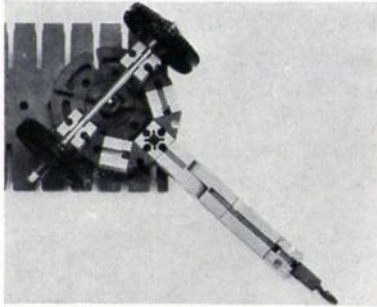
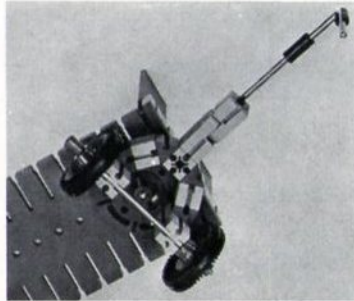
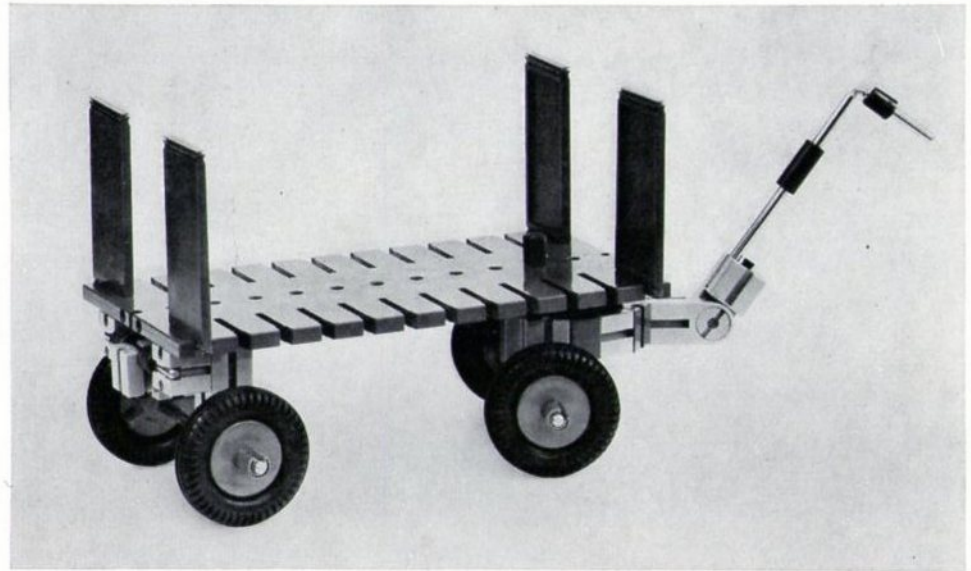
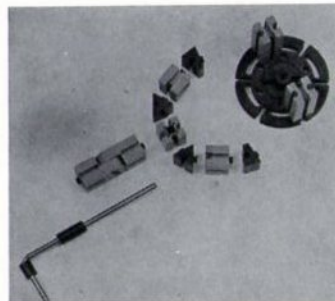

Abb. 4: Drehscheibe, Lenkzapfen, schwere Deichsel mit Gelenk
Abb. 5: Drehscheibe, Lenkzapfen, leichte Deichsel mit Gelenk
Abbildung 6
Abbildung 7
3. Die Deichsel darf sich beim Ziehen nicht aus ihrer Halterung lösen. Die Konstruktion auf Abb. 4 erfüllt diese Bedingung. Nachteilig wirkt sich aus, daß die Deichsel plump und schwer ist. Die Deichsel auf Abb. 5 ist formschöner, leichter und handlicher, sie sitzt aber nicht so fest im Scharniergelenk.
Für eine Reihe von Versuchen brauchen wir den Wagen, den Du auf dem Foto (Abb. 6) siehst. Die Drehschemellenkung und die Anhängerkupplung sind gut konstruiert. Baue diesen Wagen. Du kannst richtig konstruierte Teile Deines Wagens übernehmen. Der Drehschemel entspricht dem auf Abb. 5 der Karte 3 (Rückseite). Außerdem erleichtern Dir die Abb. 7 und 8 das Bauen.